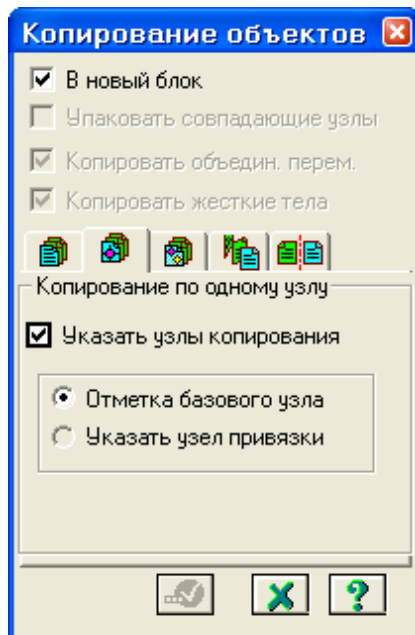

Рис.12.7. Диалоговое окно **Копирование объектов**
- В этом окне перейдите на вторую закладку **Копирование по одному узлу** (рис.12.7).